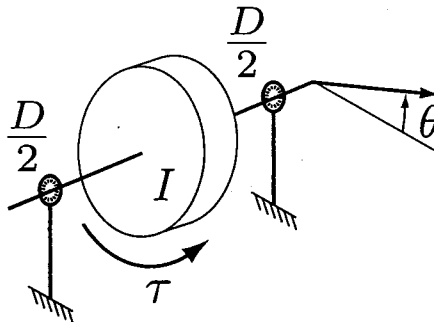

図 2-1: 回転系
- (1) 図 2-1 に示す回転系において、 $\theta[\text{rad}]$ は回転体の回転角、 $I[\text{kg}\cdot\text{m}^2]$ は回転体の軸周りの慣性モーメント、 $D[\text{N}\cdot\text{m}\cdot\text{s}]$ は両端の軸受部での粘性摩擦の影響を合わせた回転運動に関する粘性摩擦係数、 $\tau[\text{N}\cdot\text{m}]$ は回転体に加わるトルクである。まずこの回転系の運動方程式を示し、そこから τ から θ までの伝達関数 $G(s)$ を求めよ。